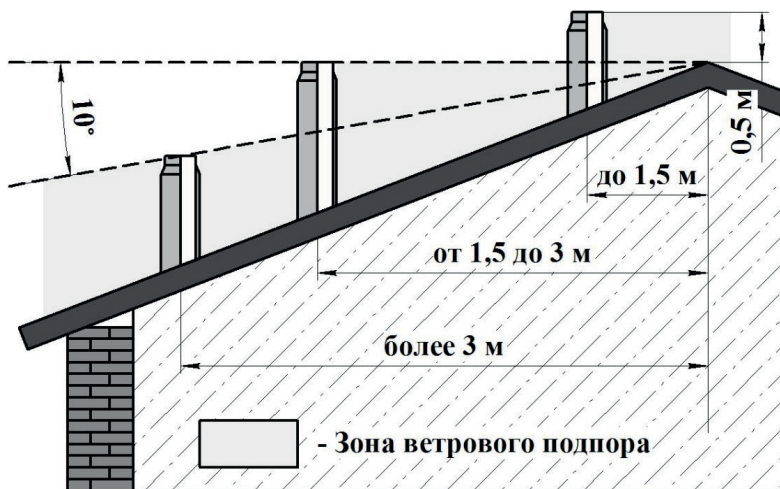

Рисунок 4 - Требования к высоте дымохода
- не ниже линии, проведенной от конька вниз под углом 10° к горизонту при расположении дымовой трубы от конька на расстоянии более 3 м (см. рисунок 4).